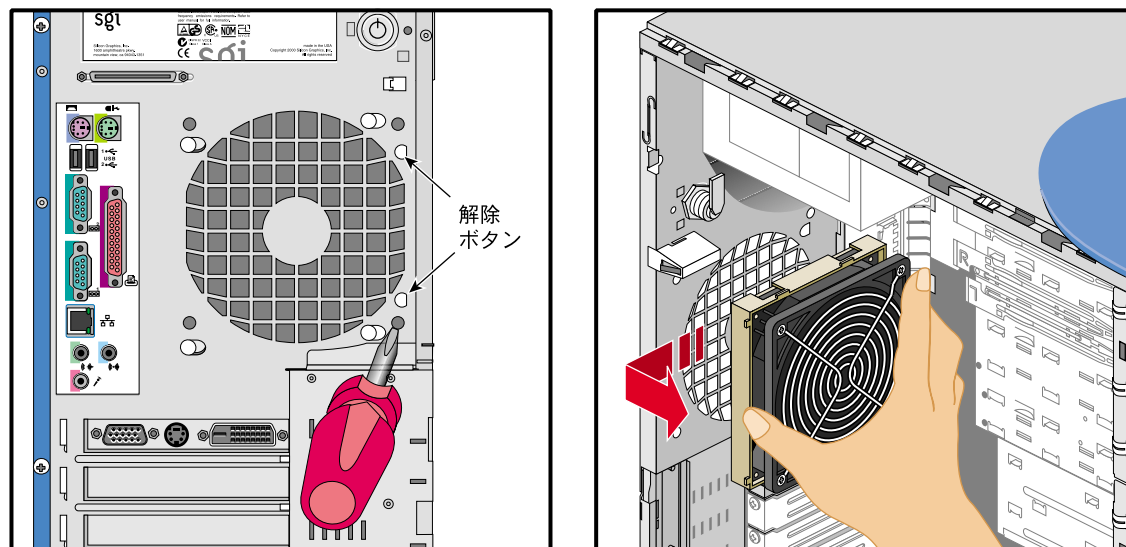

図2-16 解除ボタンの解除とリアファンの取り外し
5. 図2-16を参考にして、リアパネルの2個のファン解除ボタンの位置を確認してください。
6. 尖った工具（プラスドライバーなど）を使用して、解除ボタンの1つを押すと同時にファンを上を引き上げ、解除ボタンをノッチから外します。2つ目の解除ボタンを押しながら、本体から外れるまでファンを上を引き上げます。図2-16にその手順を図示します。